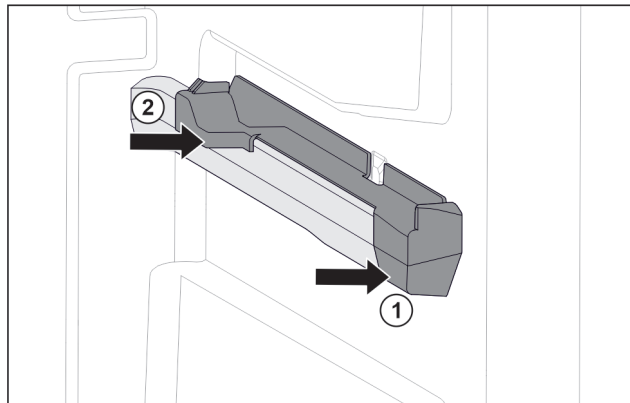

Fig. 79 Natični dio na desnom žlijebu spremnika
- Postavite natični dio sprijeda na žlijeb spremnika. Fig. 79 (1)
- Pritisnite natični dio straga. Fig. 79 (2)